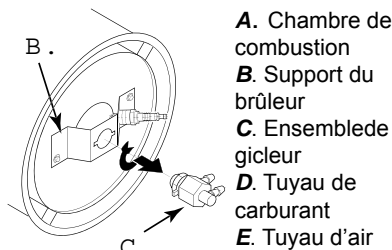

Figure 21 - Dépose de l'ensemble de gicleur, modèle 10 kW.
6. Avec précaution, retirer le gicleur de son adaptateur à l'aide d'une clé à douille de CH 16 (voir figure 21).
9. Replacer le gicleur dans son adaptateur en veillant à ce qu'il soit bien en place. Serrer d'un tiers de tour supplémentaire à l'aide d'une clé à douille de CH16 de 4,5 à 5,1 Nm. Voir fig. 21.